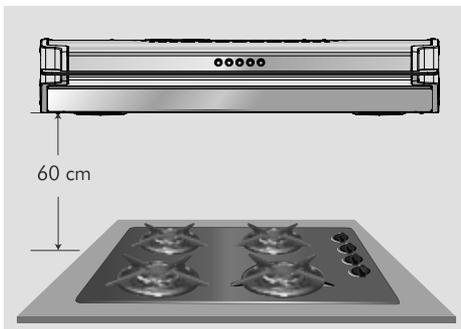

Figura 7
- Al instalar la campana, deje un espacio libre de 60 cm entre la mesa de cocción y la base inferior de la campana (Figura 7).